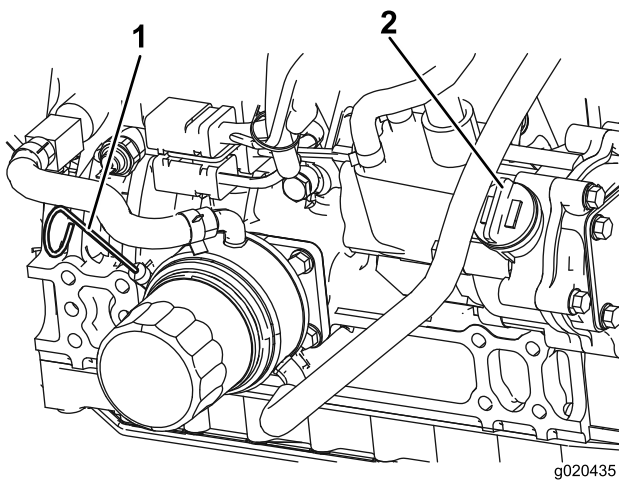

Figure 29
Le niveau d'huile doit se situer dans la plage de sécurité (Figure 29).
4. Si le niveau d'huile ne se situe pas dans la plage de sécurité, enlevez le bouchon de remplissage (Figure 29) et faites l'appoint jusqu'à ce que le niveau correct soit atteint. **Ne remplissez pas excessivement.**